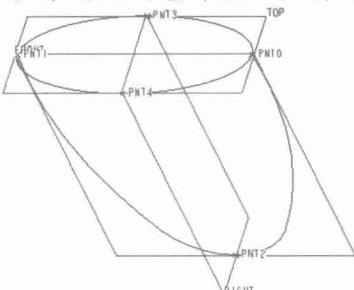

图1-34
- 在 RIGHT 基准面与曲线相交处产生 3 个基准点，如图 1-34 所示。